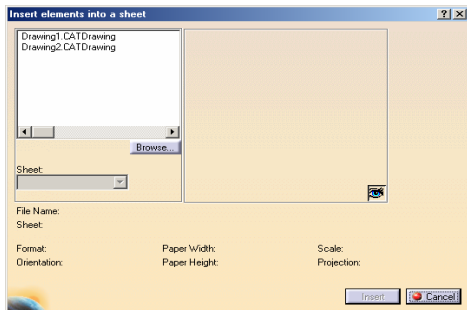

图 6-42
- Source sheet (源图纸页): 选中 First sheet 单选按钮, 则源图纸页为第一页图纸; 选中 Other sheet 单选按钮后则第一页图纸为其他图纸页, 在产生新图纸的同时, 会出现如图 6-42 所示的对话框让用户选择背景视图来源页。